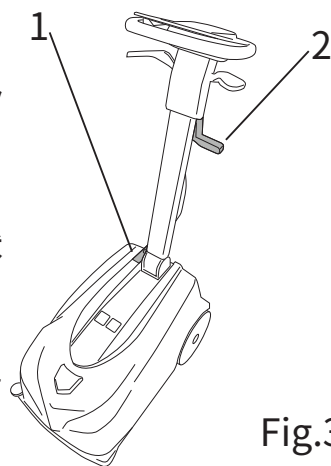

Fig.3
- メインスイッチで機械の電源を切ります (図3、参照1)。
- レバーを使用してスキージを上げます (図3、参照2)。